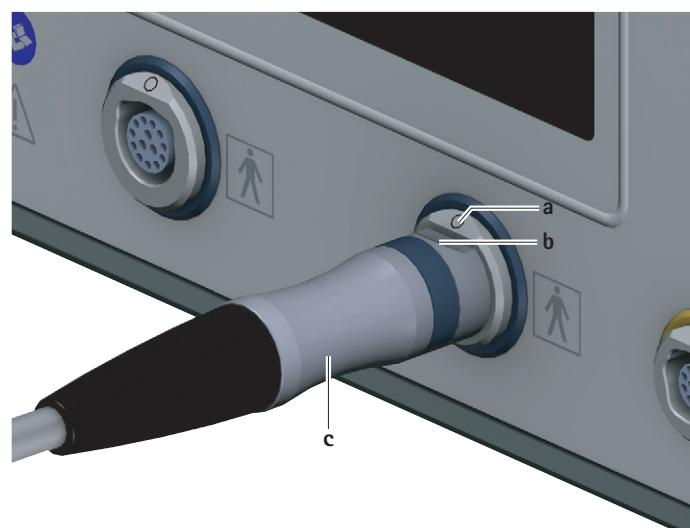

Fig. 3 Conectarea cablului de motor
► Orientați fișa pentru unitatea de comandă **c** a cablului de motor astfel încât marcajul **b** de pe fișă să se alinieze cu marcajul **a** de pe mufa de conexiune a componentei aplicate 7, vezi Fig. 3.
- Scoateți fișa cablului de motor pentru unitatea de comandă **c** din mufa de conectare pentru componenta aplicată **7**, vezi Fig. 3.